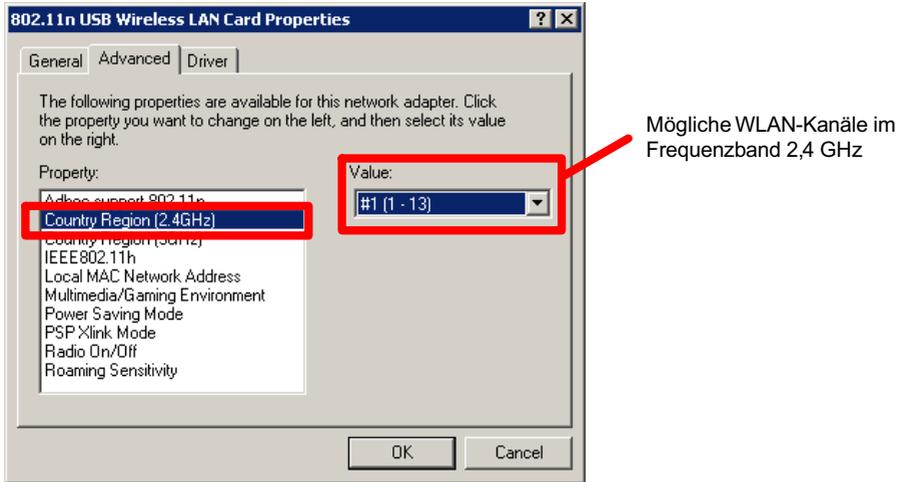

Abb. 7.4 Erlaubte WLAN-Kanäle einstellen
6. Gehen Sie zum Register **Advanced** und stellen Sie die für Ihr Land zugelassenen Kanäle unter **Country Region** ein (Abb. 7.4). Die Angabe des Bereichs für die möglichen Kanäle kann dabei größer sein als der erlaubte Bereich, siehe untenstehende Tabelle.